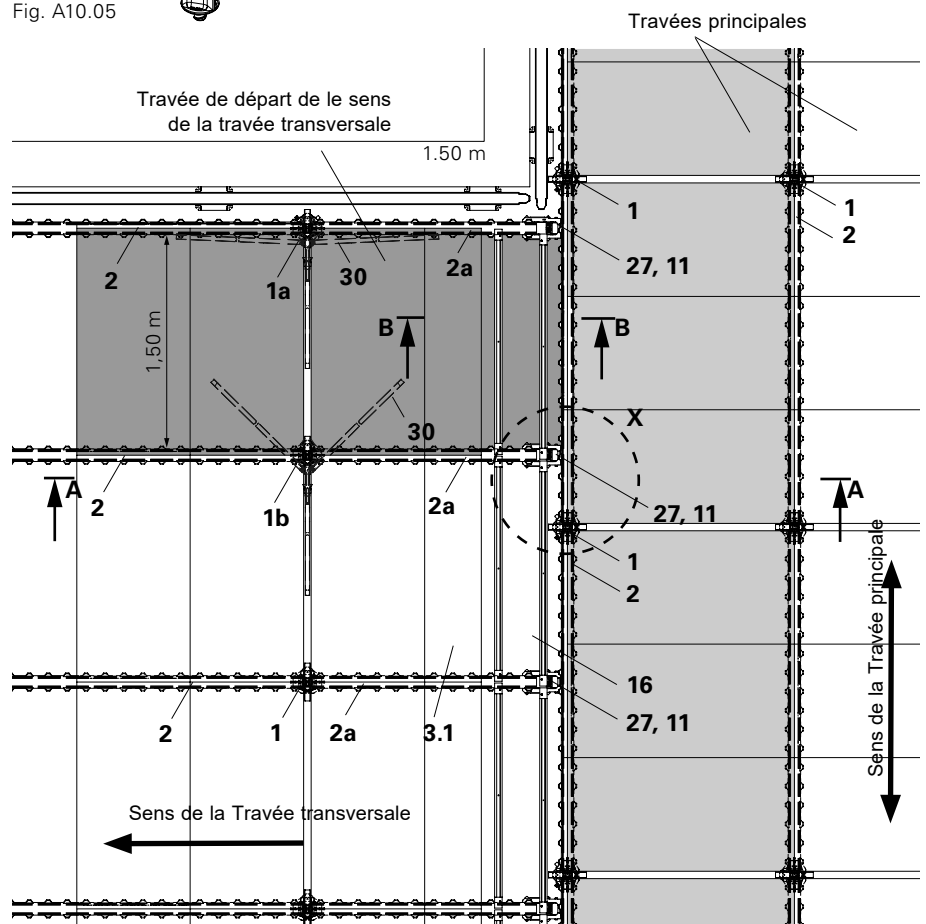

Fig. A10.06
(Fig. A10.06 + A10.06a)
3. Monter la seconde Tête de décintrement SDFK à une distance de 1,50 m. (Fig. A10.06)
4. Positionner une étau de dalle avec une Tête de décintrement SFK (1a) en sens de la travée transversale. (Fig. A10.06)
5. Positionner la deuxième étau avec Tête de décintrement SFK (1b) et fixez les étais avec des trépieds. (30)
6. (Fig. MoA10.06) les poutrelles SLT 150 / 225 (2a) dans les Têtes de décintrement. (Fig. A10.06, A10.08, A10.08a)
3. Monter le Support de rive SSL (11) sur la poutrelle SLT dans les zones de compensations. Installer la poutrelle de rive SRT 150-2 (9), la Solive bois SPH 225 (12) et la plaque de compensation (16), voir Section A5 Compensations. (Fig. A10.06, A10.06a, A10.08a)